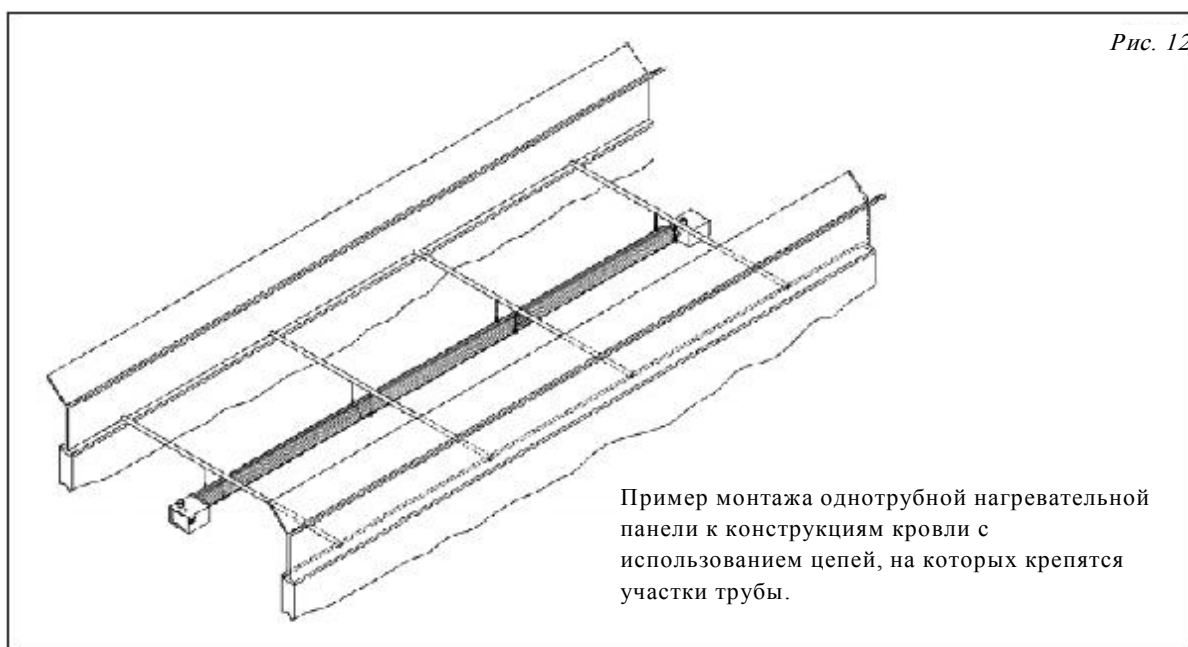

Рис. 12
- Если кровля выполнена с использованием Y-образных балок, несущие цепи могут крепиться к поперечным трубам 1 1/4", которые в свою очередь укрепляются к краям Y-образных балок, как это показано на рис. 12.